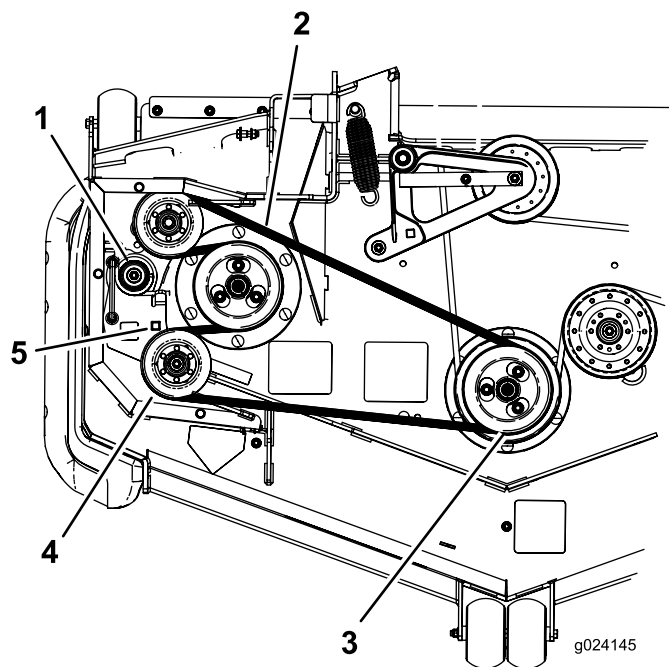

Figura 71
7. Inserite un cricchetto nel foro quadrato del braccio di rinvio per allentare la molla del tenditore (Figura 71).